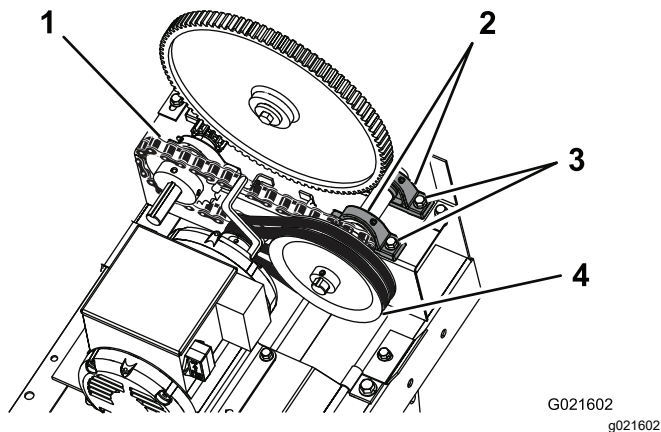

Figure 42
2. Desserrez les écrous et boulons qui fixent les paliers à la poulie de tension (Figure 42).